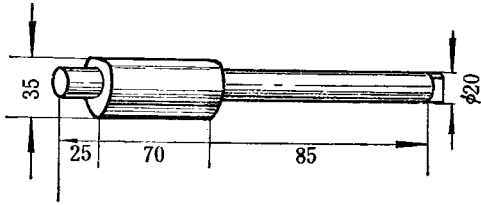

图6 分离拨杆
6. 分离拨杆和脚踏板 两者都用木料制成,分离拨杆总长170毫米,有一节成凸轮状,如图6所示;在